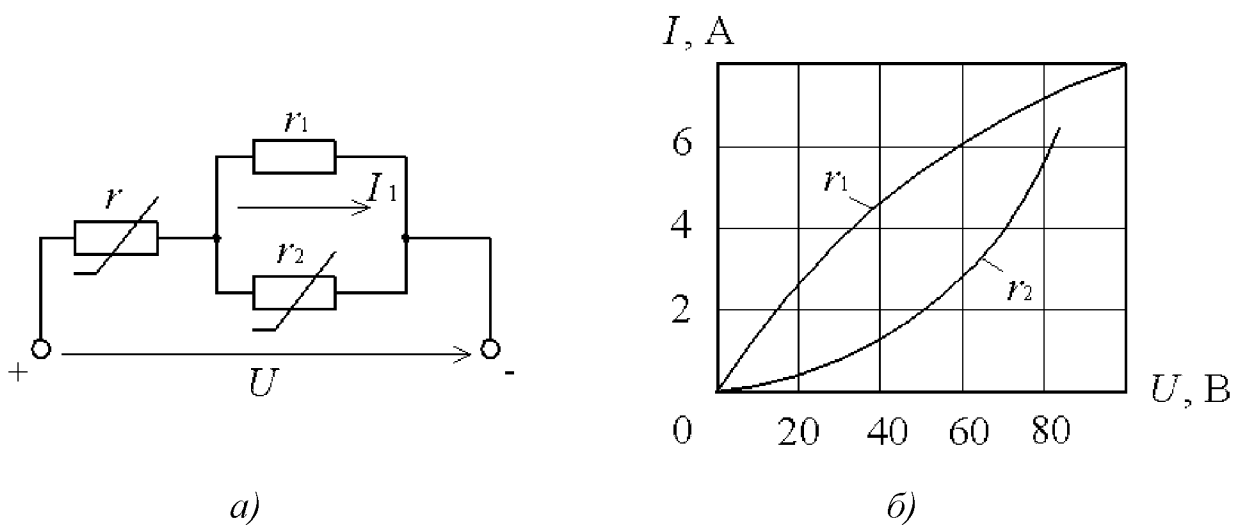

Рис. 5.9
5.1.46. Вольт-амперные характеристики нелинейных резисторов  $r_2$  и  $r$  (рис. 5.9, а) приведены на рис. 5.9, б. Определить напряжение  $U$ , если  $I_1 = 4$  А,  $r_1 = 10$  Ом.